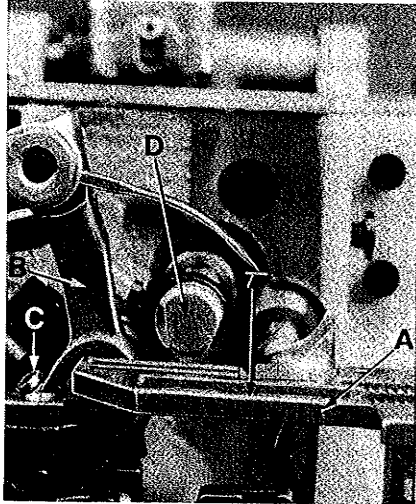

Fig. 3
With throat plate assembled in position, needle should center in the front-end of needle slot. When needle is at its highest position, needle point should be set between  $17/34 - 35/64$  inch (13,5 - 14 mm) above the throat plate (A, Fig.3). For this adjustment gauge G 21227 F can be advantageously used. To align the needle or to set the height above the throat plate, move needle driving arm (B, Fig.3) by loosening clamp screw (C). Remove throat plate.
Bei eingebauter Stichplatte soll die Nadel mittig im vorderen Teil des Stichloches einstecken. Wenn die Nadel in ihrer Höchststellung ist, muß die Nadelspitze zwischen 13,5 bis 14 mm über der Stichplatte stehen (A, Fig.3). Zur Einstellung kann die Nadelhöhen-Einstellehre G 21227 F verwendet werden. Zum Ausrichten der Nadel oder zum Einstellen der Höhe über der Stichplatte, lösen Sie die Schraube (C, Fig.3) und verdrehen und/oder verschieben den Nadelhebel (B) entsprechend. Entfernen Sie die Stichplatte.
If resetting is necessary, do it by shifting the upper looper holder (D, Fig. 3) in its shaft to the right or to the left.
Ist ein Nachstellen notwendig, wird es durch Verstellen des Obergreiferhalters (D, Fig. 3) in der Obergreiferstange nach rechts oder links vorgenommen.